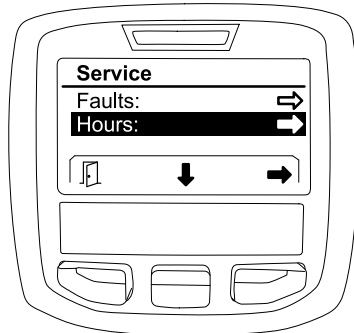

Figura 28
1. Utilizai butonul de selectare centru pentru a naviga la opiunea ORE (Figura 28).